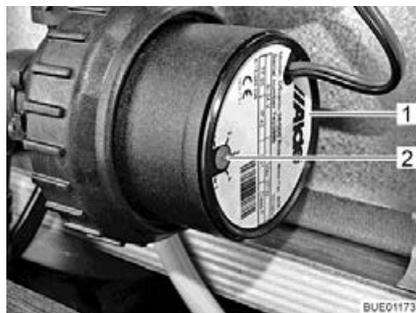

Bild 212 Drehzahlreduzierung
Mit dem Drehregler (Bild 212,2) kann die Drehzahl der Umwälzpumpe eingestellt werden. Bei reduzierter Drehzahl verringern sich die Laufgeräusche der Pumpe.
Der Drehregler befindet sich an der Umwälzpumpe (Bild 212,1).
- Den Drehregler (Bild 212,2) gegen den Uhrzeigersinn drehen. Die Leistung ist verringert.